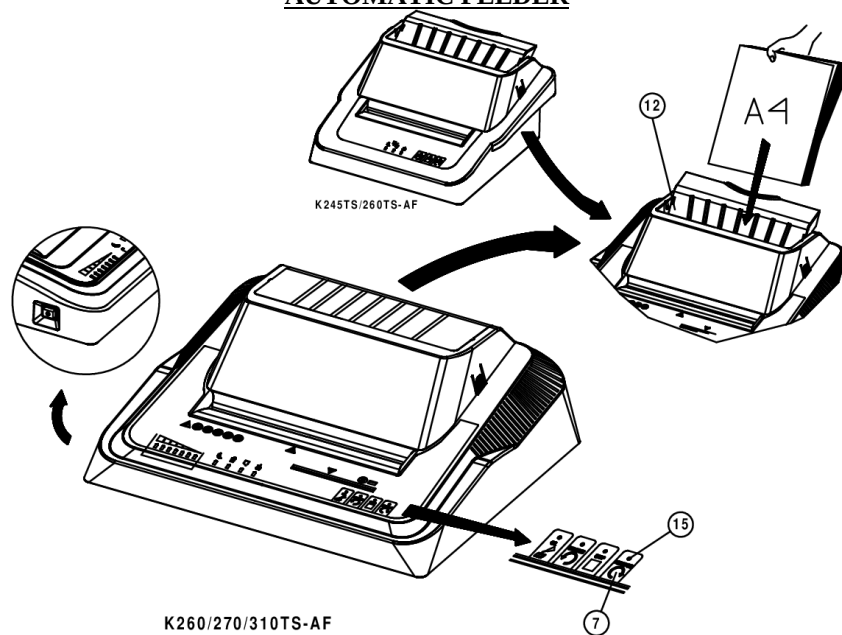
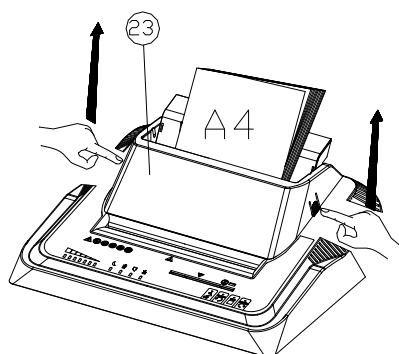
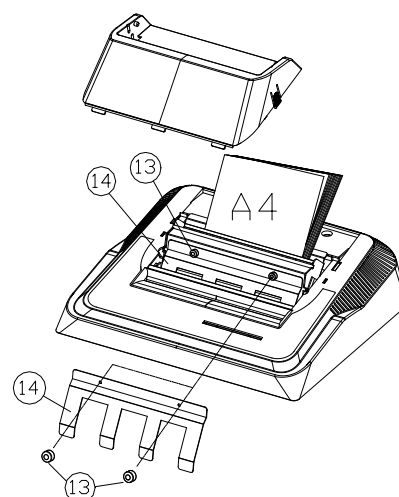

Fig.5
Fig.6
Fig.7
DISTRUZIONE DI FOGLI CON IL SISTEMA ALIMENTATORE AUTOMATICO Fig.5 , Fig.6 , Fig.7
Inserire i fogli nell'imbocco (12) dell'alimentatore automatico spingendo fino a fondo corsa come indicato in Fig.5 , il led (15) inizia a lampeggiare. Quindi premere il tasto FORWARD (7), la macchina avvia la distruzione della carta, e a distruzione ultimata dei fogli inseriti si arresta automaticamente. L'alimentatore Automatico è dotato di un sistema brevettato Anti-Inceppamento.
- Rimuovere i due pomelli (13) come indicato in fig. 7 e rimuovere la paratia (14).